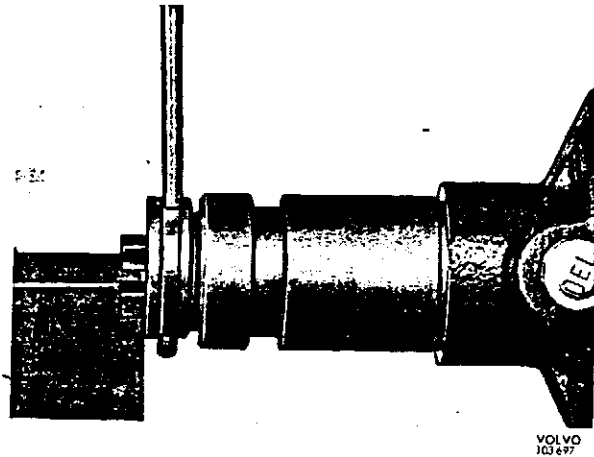

Abb. 107 Ausbau des Mitnehmers
4. Federring entfernen und die Lage des Mitnehmers im Verhältnis zur Verteilerwelle kennzeichnen. Stift (Abb. 107) herausschlagen, Mitnehmer abheben und Verteilerwelle herausziehen. Darauf achten, daß keine Scheiben verloren gehen.